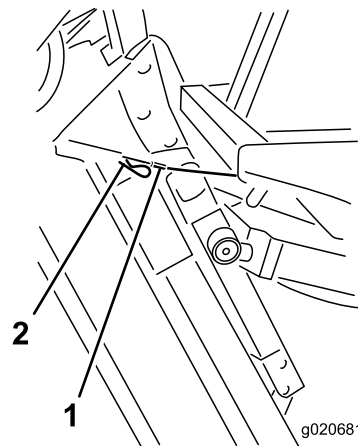

Figura 81
6. Mantenha a plataforma do cortador na vertical, coloque a extremidade do cabo sobre o pino no braço de elevação da plataforma do cortador e fixe com o pino de segurança (Figura 81).